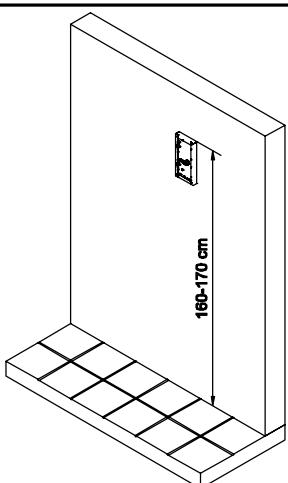
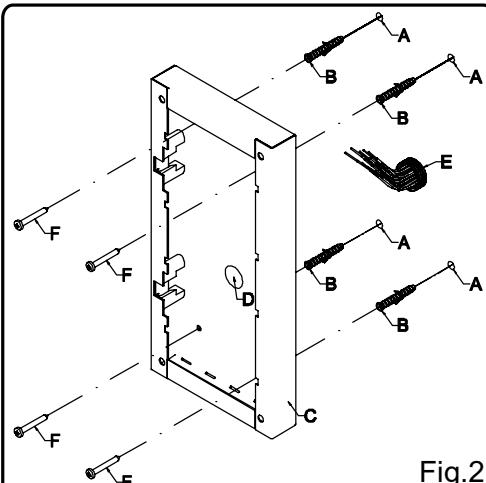

Fig.1
Fig.2
- Place the surface box against the wall (165-170cm between the top of the box and the floor level as shown in figure 1) and mark the fixing holes for the wall plugs and the hole for the cables **E** (fig.2). Observe the orientation of the box with the hinge on the left;
- As shown on figure 2, drill the fixing holes **A**, insert the wall plugs **B** and feed the cables **E** through the surface box opening **D**, fix surface box **C** to the wall using the screws **F**;
- Appoggiare la scatola da superficie alla parete (ci devono essere 165-170cm tra la parte alta della scatola e il terreno come mostrato in fig.1) e prendere i riferimenti per i fori di fissaggio tenendo conto che il gruppo di fili **E** (fig.2) deve attraversare il foro **D** (fig.2) della scatola da superficie. Se non indicato, il verso della scatola deve essere tale da lasciare la cerniera a sinistra;
- Protect the module support frame fixing holes from dust then embed the back box into the wall (165-170cm between the top of the box and the floor level as shown on the figure 1) feeding the cables **E** (fig.2) through a previous open hole in the box. Observe the direction of the box ensuring the hinge is on the left and take care that the box profile must be in line with the finished wall profile;
Dopo aver opportunamente protetto i fori di fissaggio del supporto moduli, murare la scatola da incasso (lasciare 165-170cm tra la parte alta della scatola e il terreno) facendo passare il gruppo di fili e (fig.2) attraverso uno dei fori (precedentemente aperto) sul fondo della scatola. Se non indicato sul fondo della scatola, il verso deve essere tale da far rimanere la cerniera a sinistra. Fate attenzione affinché la scatola venga murata a filo muro finito; Continuare dal terzo dell'installazione da superficie, ma al sesto agganciare i fermi delle cerniere n come mostrato in figura 9.